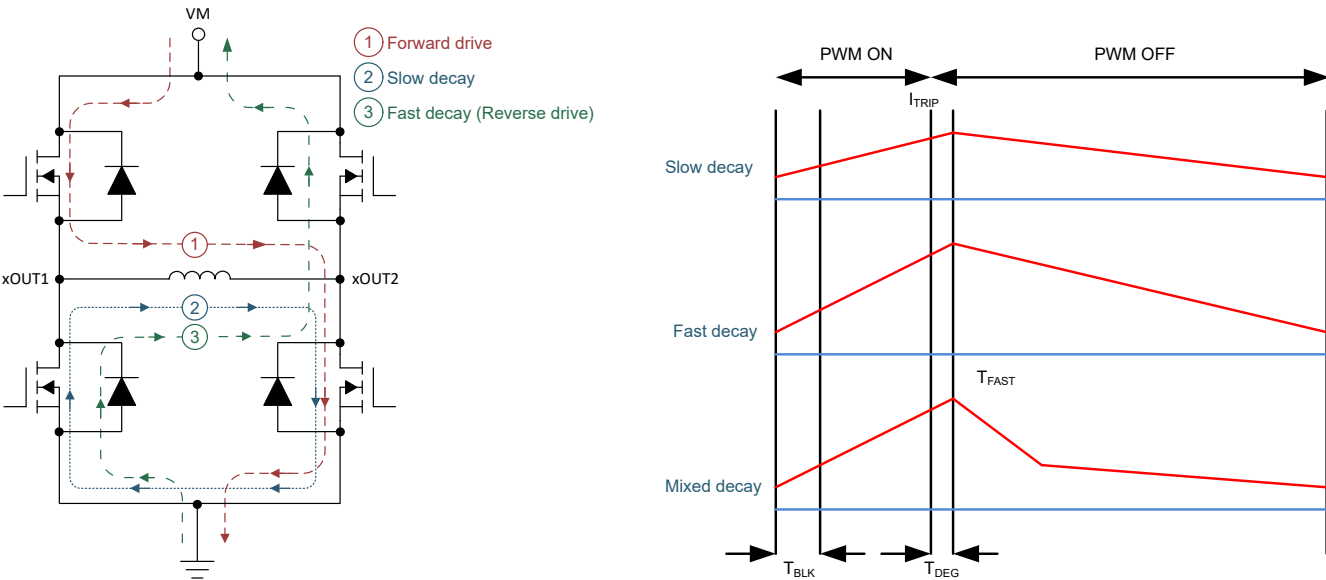

图 8-6. 衰减模式
流经电机绕组的电流由一个可调节关断时间的 PWM 电流调节电路进行调节。当 H 桥被启用时，通过绕组的电流以一定的速率上升，该速率取决于直流电压、绕组电感和存在的反电动势大小。当电流达到电流调节阈值（如图 8-6 中的项目 1 所示）时，电桥将进入衰减模式以减小电流，具体取决于 DECAY 引脚设置。关断时间结束后，将重新启用电桥，开始另一个 PWM 循环。
- 在快速衰减模式下，一旦达到 PWM 斩波电流电平，H 桥便会通过导通对侧的 MOSFET 进行状态逆转，使绕组电流反向流动。由于绕组电流接近零，因此会禁用该电桥，以防止进一步出现反向流动的电流。图 8-6 的项目 3 中展示了快速衰减模式。
- 在慢速衰减模式下，通过启用 H 桥中的两个低侧 MOSFET 来实现绕组电流的再循环。图 8-6 的项目 2 中展示了这种情况。